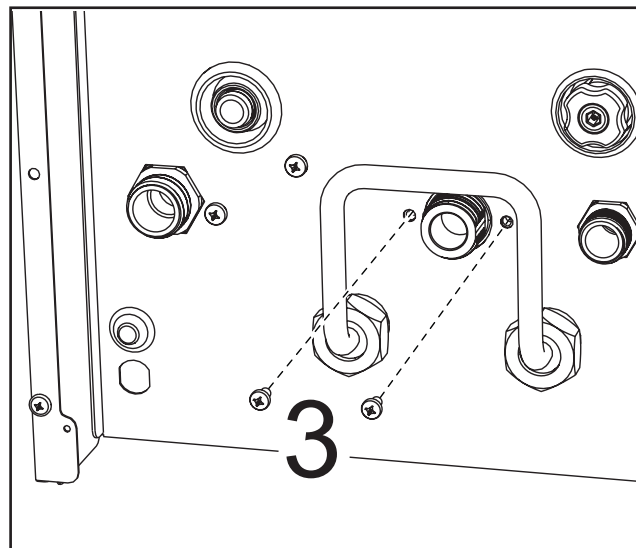

Рис. 45
- Открутите винты «3» (рис. 45).